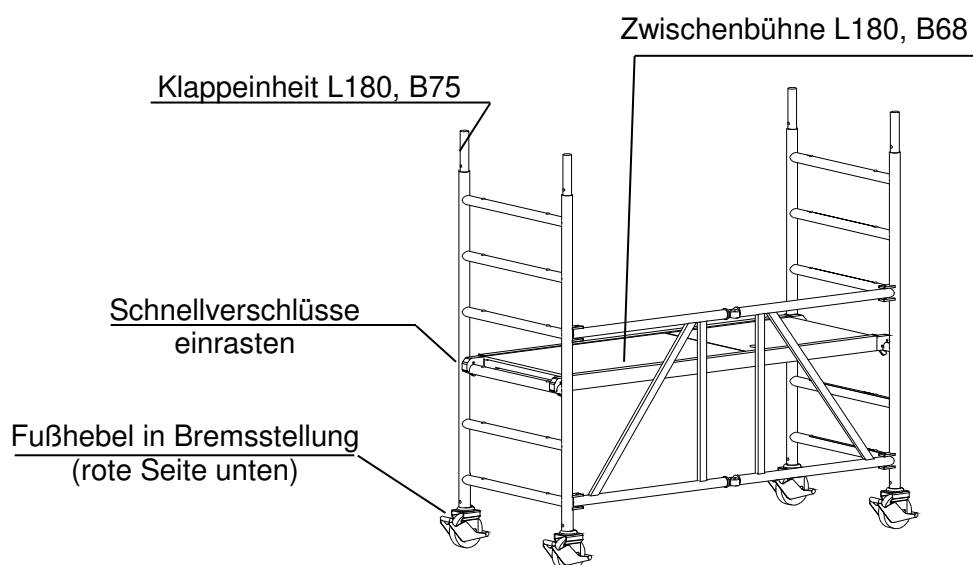
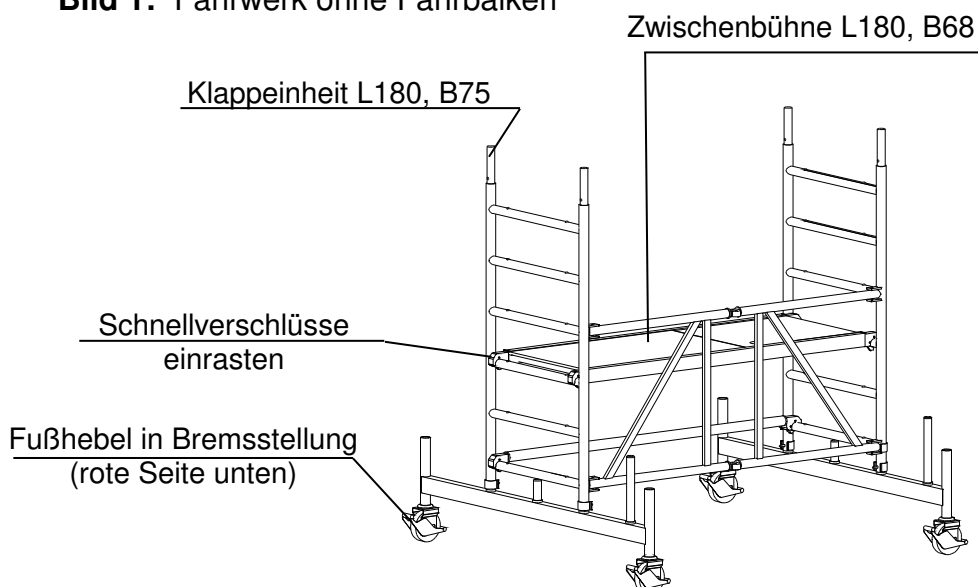

Bild 1: Fahrwerk ohne Fahrbalken
Bild 2: Fahrwerk mit Fahrbalken L180
Das Fahrwerk des assco rapido 4606 besteht aus Fahrbalken, Lenkrollen und Aussteifungselementen. Die Fahrbalken sind nach der geplanten Aufbauhöhe auszuwählen. Die zulässigen Höhen sind abhängig von einer zu erwartenden Windbelastung (Aufbau im Freien oder in geschlossenen Räumen) und von der Anzahl der anzubringenden Ballastgewichte. Bis 2.10 m Standhöhe kann ohne Fahrbalken (Bild 1) aufgebaut werden, darüber hinaus muss der Fahrbalken L180 (Bild 2 + 3) eingesetzt werden. Beim Aufbau ist folgendermaßen vorzugehen:
- Zwischenbühne der Grundeinheit (Bild 1) betreten, beidseitig eine 1m-Aufsetzleiter aufstecken und mit Federsteckern sichern.
- Bei der Grundeinheit (Bild 1) gegenüber der Gelenkseite ein Geländer L180 auf die unterste Sprosse der Klappeinheit schieben und die Klauen einrasten.
- Grundeinheit (Bild 2) mit Zwischenbühne auf der 1. Sprosse aufbauen (Kap. 2.2.1).
- Grundeinheit (Bild 2) mit Zwischenbühne auf der 3. Sprosse aufbauen (Kap. 2.2.1).